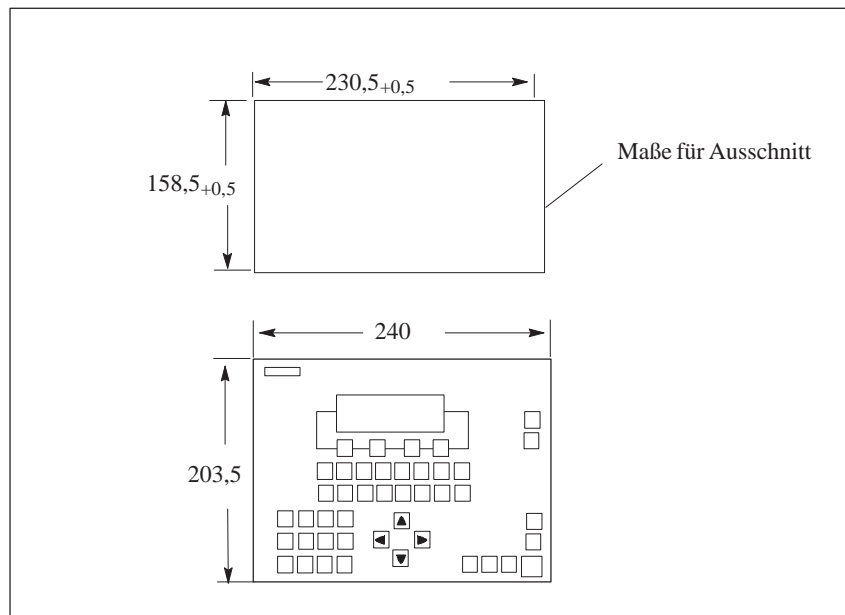

Bild 2-5 Maßbilder für Ausschnitt in Schalttafel (alle Gerätevarianten)
1. Schneiden Sie in die Schalttafel einen Ausschnitt von 230,5 x 158,5 mm. (Gleiche Größe für alle Gerätevarianten). Siehe Bild 2-5.
4. Führen Sie die Befestigungshaken der beiliegenden Schraubspanner ① in die vorgesehenen Aussparungen im Gehäuse des C7 ein.
5. Spannen Sie das C7 mit einem Schraubendreher von hinten in der Schalttafel fest ②.